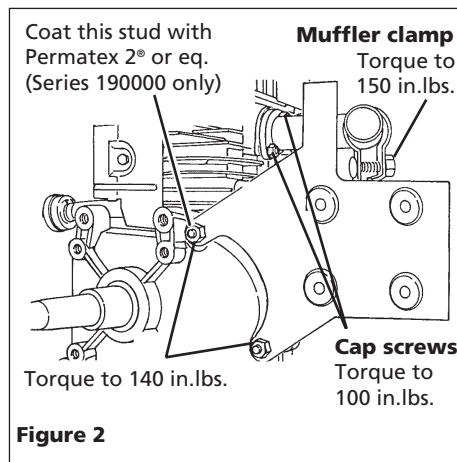

Figure 2
5. Install muffler bracket on screws under lockwasher or on studs using two (2) lockwashers and two (2) nuts. Tighten nuts until snug. **DO NOT TORQUE AT THIS TIME**, (See Figure 2).
6. Coat two (2) exhaust pipe cap screws with anti-seize compound. Install exhaust gasket, exhaust pipe, and cap screws snugly. **DO NOT TORQUE AT THIS TIME**, (See Figure 2).
7. Slide muffler clamp onto exhaust pipe, (See Figure 2).
9. Position and tighten muffler clamp to 150 in.lbs. (See Figure 2).
5. Monter le support de silencieux sur les vis situées sous la rondelle-frein ou sur les goujons utilisant deux (2) rondelles-frein et deux (2) écrous. Bien serrer les écrous. **NE PAS SERRER AU COUPLE À CE MOMENT**, (Voir Figure 2).
6. Enrober deux (2) vis d'assemblage du tuyaux d'échappement avec un composé antigrippage. Monter et bien ajuster le joint d'étanchéité du système d'échappement, le tuyau d'échappement, et les vis d'assemblage **NE PAS SERRER AU COUPLE À CE MOMENT**, (Voir Figure 2).
7. Glisser le collier du silencieux sur le tuyau d'échappement, (Voir Figure 2).
9. Orienter et serrer le collier du silencieux à 173 kg cm (Voir Figure 2).